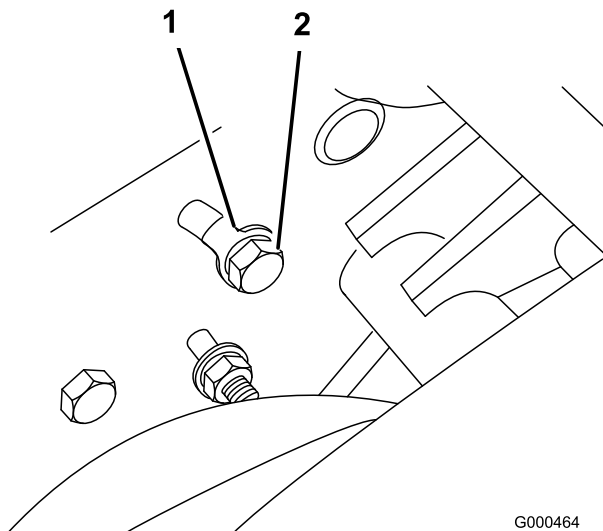

Bild 40
- A. Lösen Sie an der Rückseite der Seitenplatte die Schraube, mit der die Spannscheibenhalterung an der Seitenplatte befestigt ist (Bild 40).